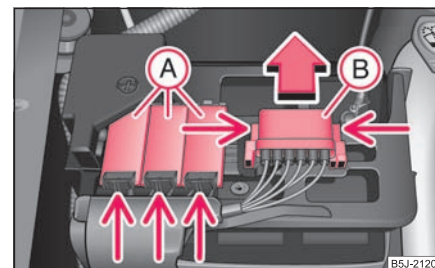

Fig. 205 Batterie: Cache des fusibles
- Poussez les verrouillages des cache-fusibles (A) ⇒ fig. 205 et ouvrez les caches.
- Appuyez en même temps sur les verrouillages du cache-fusibles (B) et poussez le cache dans le sens de la flèche pour l'enlever.
- Certains véhicules ne sont équipés que du cache (8) ⇒ page 227, fig. 205. ■